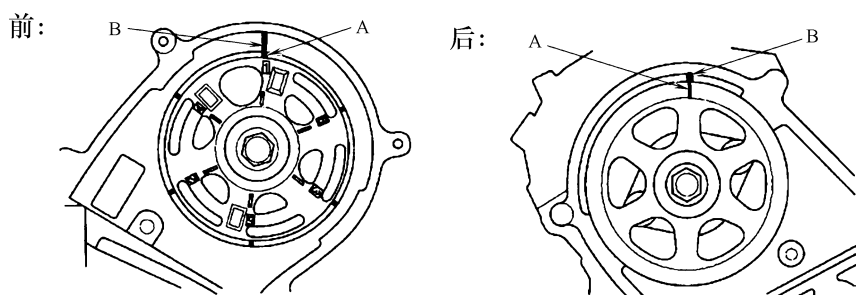

图 23-35 凸轮轴带轮标记 A 对准后盖指针 B
3) 按照图 23-35 所示, 把凸轮轴带轮上的标记 A 对准后盖上的指针 B, 使凸轮轴带轮设置到上止点位置。